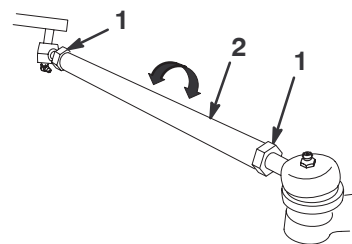

Bild 49
5. Sollte die Messung nicht im angegebenen Bereich liegen, lockern Sie zum Einstellen die Klemmmuttern an beiden Enden der Zugstangen (Bild 49).